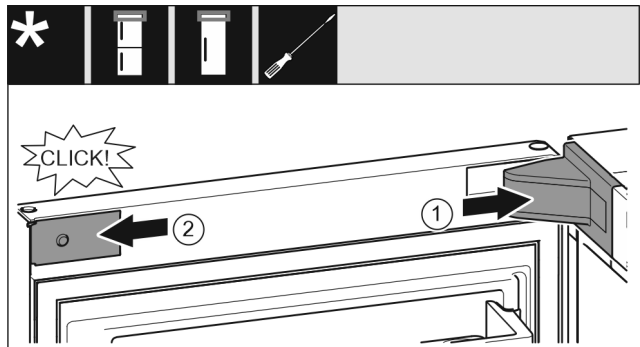

Fig. 34
- ▶ Påsæt hængselsafdækningen, så den går i indgreb, og pres den evt. forsigtigt fra hinanden. Fig. 34 (1)
- ▶ Påsæt panelet på siden, så det går i indgreb. Fig. 34 (2)